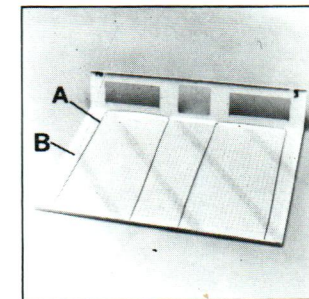

Abb. 16
- b) Entfernen Sie die Haltedrähte «A» der Fettfilterbefestigung und nehmen Sie die Fettfiltermatte aus der Halterung (Abb. 16).